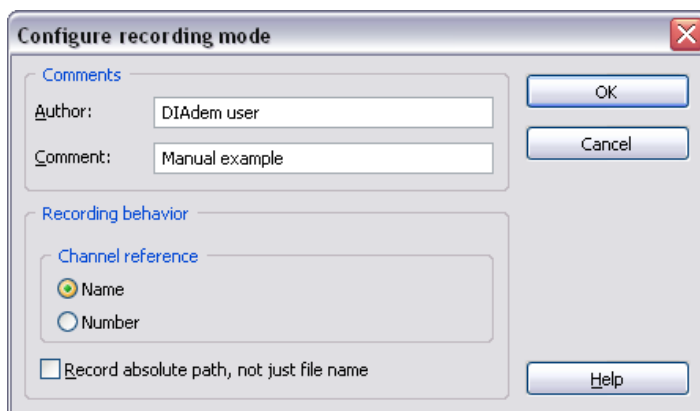

図 6-1 記録モードを設定する
3. 図 6-1 で示すように、**Author** に DIAdem User、**Comments** に Manual example と入力します。